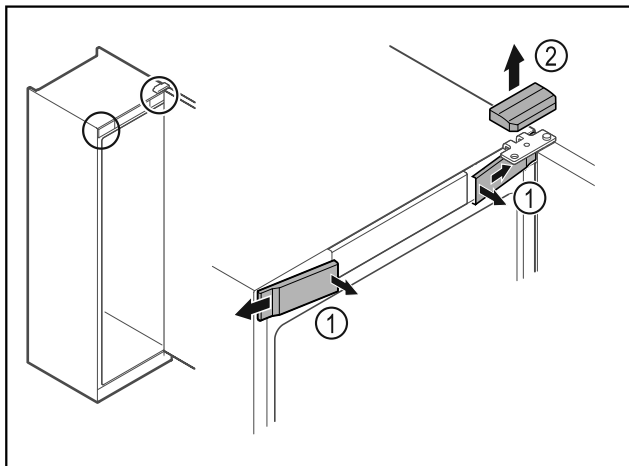

Fig. 17
- ▶ Откопчайте предните капаци Fig. 17 (1) отвътре и свалете настрани.
- ▶ Свалете горния капак Fig. 17 (2) нагоре.